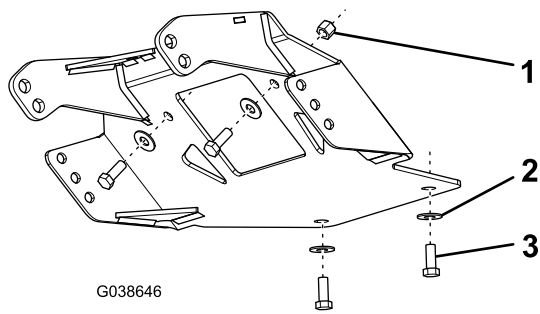

Figura 3
8. Sujete la placa de protección del quitanieves al bastidor del vehículo usando 4 pernos (3/8"), 4 arandelas (3/8") y 2 tuercas (3/8"), y apriete las fijaciones a mano solamente (Figura 3).